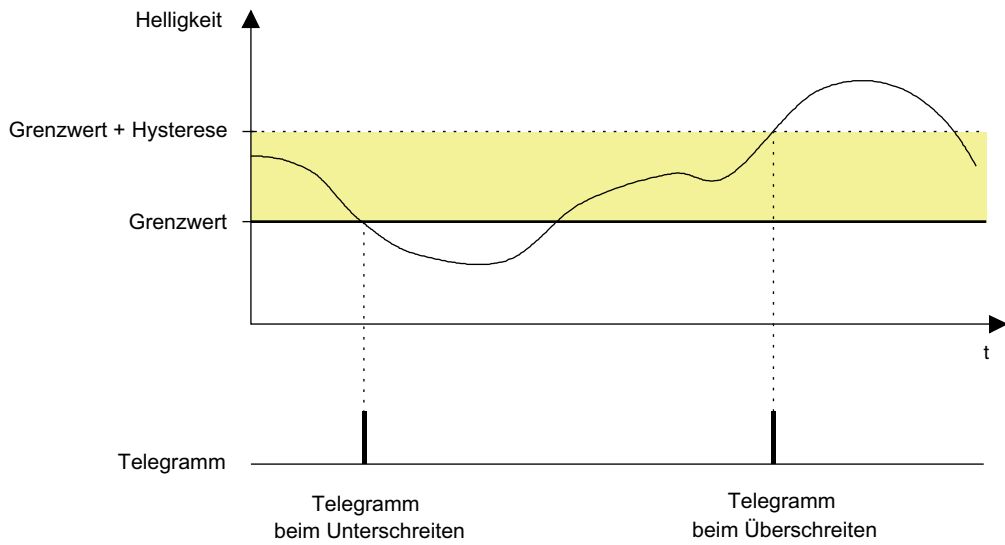

Bild 64: Beispiel 2 zur Grenzwertdefinition
2. Helligkeitsgrenzwert = Untere Schwelle (Bild 64)